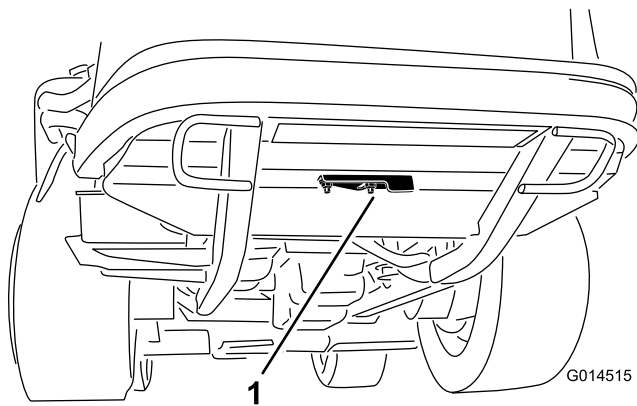

Figura 46
2. Afloje la tuerca con arandela prensada que sujeta la tapa del hueco de limpieza a la parte inferior del bastidor trasero (Figura 46). Gire la tapa a un lado para tener acceso al hueco de limpieza del bastidor.